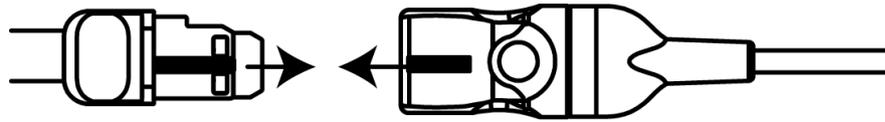

Abbildung 12-13 Anschließen eines Sensors an das Vorverstärkerkabel
- Platzieren Sie den Sensoranschluss am vorderen Ende des Sensorkabel-Anschlusses, und richten Sie die Markierungen aneinander aus (Abbildung 12-13).